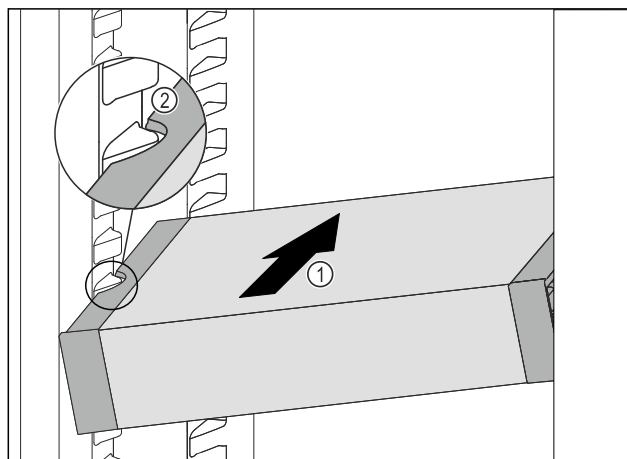

Fig. 102
- Вкарайте VarioSafe под ъгъл в хладилната част Fig. 102 (1), докато страничните прорези Fig. 102 (2) на VarioSafe се намират на височината на ребро на съда в хладилната част.